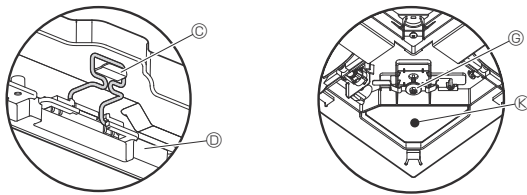

Fig. 9-7
- Պտտատակն ամրացնելուց հետո համոզվեք, որ վանդակաճաղի երկու կետիկները (Fig. 9-7) ամրացված են հիմնական բլոկի կետիկներին: